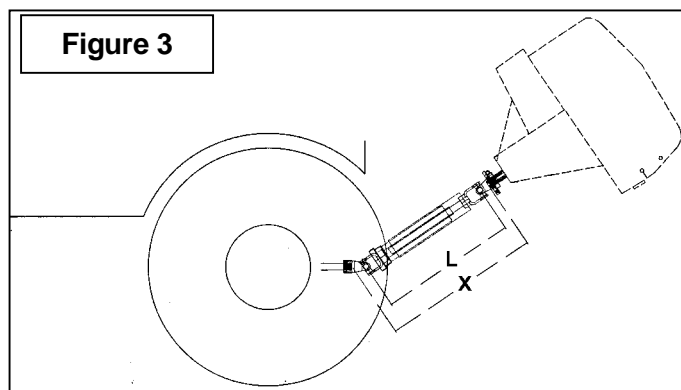

Figure 3
1. Pour déterminer la longueur "L" de votre modèle de tracteur, il faut d'abord trouver le facteur "X" en mesurant la distance horizontale entre le bout de l'arbre de commande du tracteur et le bout de l'arbre entraîné lorsque la souffeuse est en position de transport tel qu'illustré à la Figure 3.